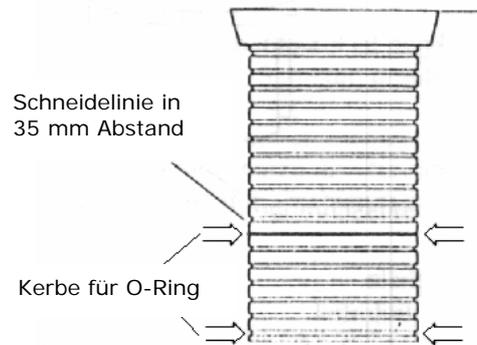

Bild 5 Optional ist das Revisionsrohr kürzbar
- O-Ring in die unterste Kerbe positionieren (siehe Bild 5)